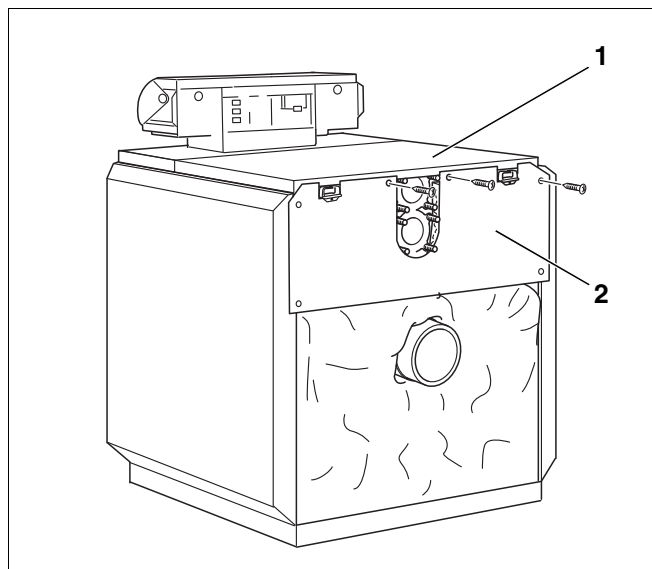

Fig. 39 Montaggio – Pannello posteriore superiore della caldaia
- Avvitare il pannello posteriore superiore della caldaia (fig. 39, [2]) alla copertura posteriore (fig. 39, [1]) e ai pannelli laterali.